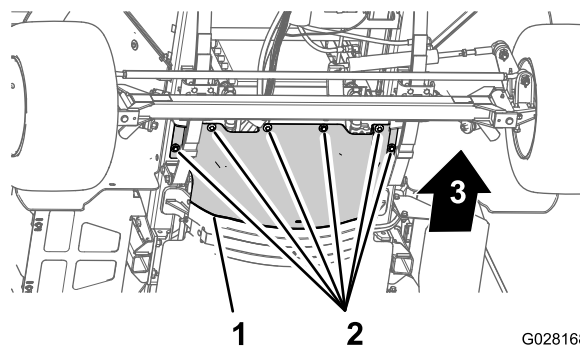

图 58
3. 卸下将前隔热罩固定至底盘的 6 个六角头螺栓和 6 个垫圈然后取下隔热罩图 58。